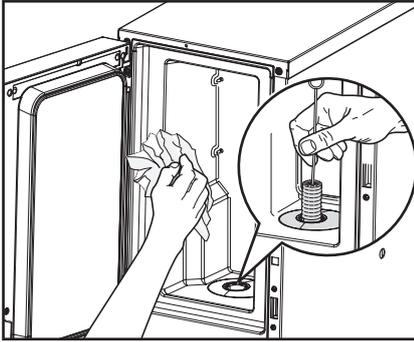

Fig. 25
4. Limpe o interior do compartimento de frio : (Fig. 25)